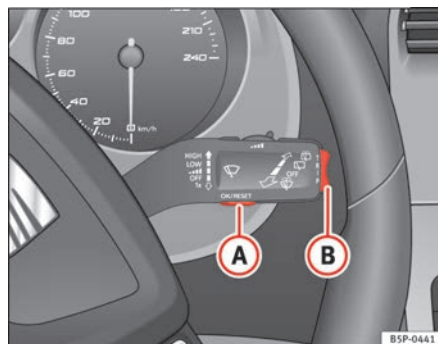
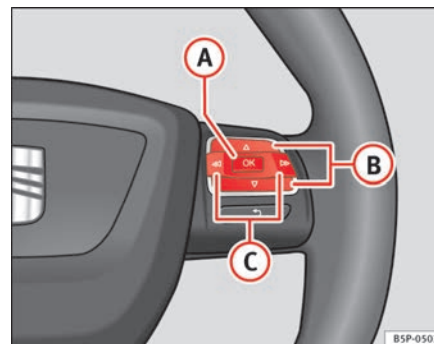

Fig. 42 Palanca del limpiacristales: tecla A para confirmar opciones del menú y tecla basculante B para cambiar de menú
Fig. 43 Mandos en volante: tecla A para confirmar opciones del menú y teclas B para cambiar de menú
⇒ **página 68, fig. 43** hasta que lo visualice en la pantalla. Ya está dentro de este menú.
- Para cambiar de una memoria a otra, pulse brevemente la tecla **A** ⇒ **página 68, fig. 42** ⇒ página 68 de la palanca del limpiacristales o la tecla **OK** del volante multifunción ⇒ **página 68, fig. 43** ⇒ página 68 con el encendido conectado.
En el indicador multifunción puede consultar los siguientes datos accionando la tecla basculante **B** ⇒ **página 68, fig. 42** ⇒ página 68 de la palanca del limpiacristales o pulsando la tecla **Δ** o **▽** ⇒ **página 68, fig. 43** del volante multifunción*.